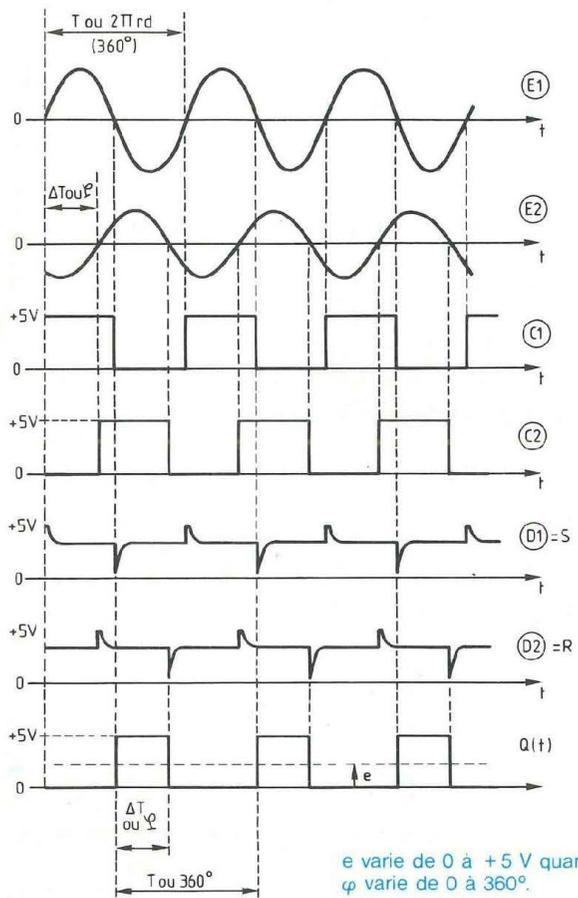

Fig. 5 : Diagrammes de fonctionnement.
Il se trouve tout entier rassemblé dans la succession des diagrammes de la figure 5, où la variable, portée sur les axes horizontaux est le temps t . Les axes verticaux, d'ailleurs non matérialisés pour ne pas surcharger la figure, indiquent tous des tensions.
- chaque fois que E_1 franchit le seuil zéro en devenant positive, la sortie du comparateur correspondant, notée C_1 dans la figure 5, transite brusquement de 0 à +5 V ;
De la même façon, la figure 5 montre que la sortie C_2 de l'autre comparateur, attaqué par la sinusoïde de l'entrée E_2 , délivre des créneaux symétriques de même période T .
Les notations S et R s'expliquent maintenant. En effet, les impulsions négatives correspondantes attaquent les entrées Set et Reset d'une bascule bistable dont la sortie Q évolue, en fonction du temps, conformément au dernier diagramme de la figure 5. Pour une période T , correspondant à une rotation de 360° sur le cercle trigonométrique, on dispose d'un créneau positif de durée Δt coïncidant
l'essentiel, les opérations à effectuer pour franchir les étapes successives du diagramme de la figure 5. Quelques perfectionnements s'y ajoutent pourtant, qui visent à simplifier à l'extrême l'utilisation de l'appareil.